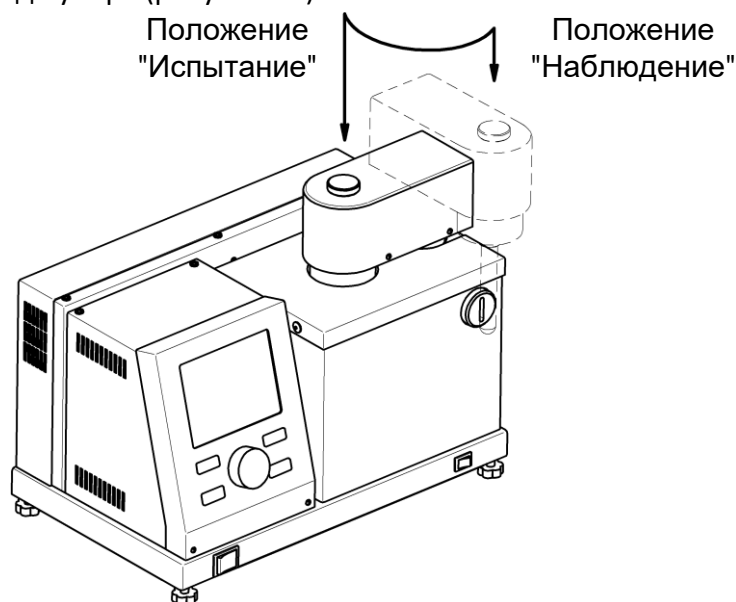

Рисунок 10 – Установка пробирки
4.5.1.1 Установить технологический блок в положение **«наблюдение»**, затем подготовленную для испытания пробу залить в чистую пробирку до риски и вкрутить пробирку в технологический блок до упора (рисунок 10).
4.5.1.3 Залить в ячейку блока охлаждения примерно 3,5 мл чистого этилового спирта и установить технологический блок в положении **«испытание»** – при этом пробирка помещается в ячейку блока охлаждения (рисунок 10).